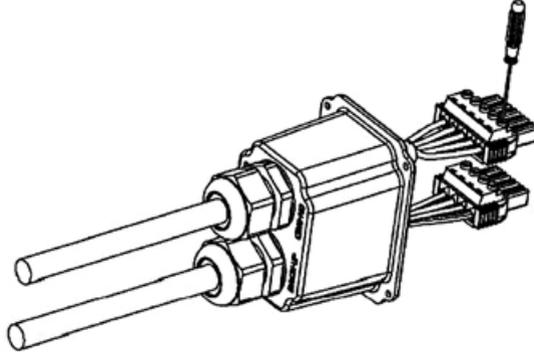

Abbildung 3.29
4. Stecken Sie die gut zusammengesetzten Kabelenden in den AC-Anschluss aus der Zubehörbox und stellen Sie sicher, dass die Reihenfolge der Kabel mit der Markierung auf dem Anschluss übereinstimmt, wie in Abbildung 3.29: